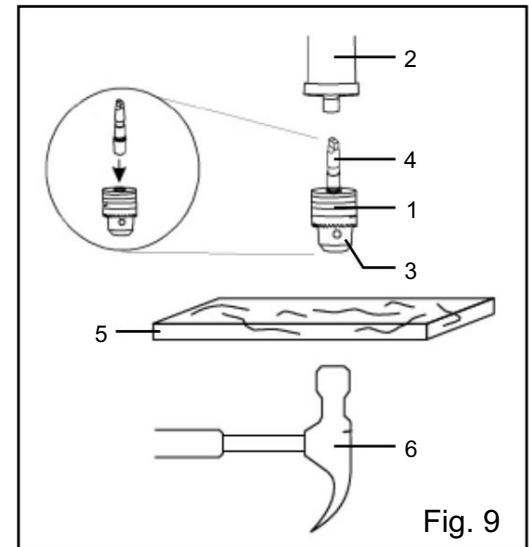

Fig. 9
INSTALLER LE MANDRIN (FIG. 9)
1. Inspectez et nettoyez le trou conique du mandrin (Fig. 9 - 1) et la broche (Fig. 9 - 2). Retirez toute la graisse, les revêtements et les particules des surfaces du mandrin et de la broche à l'aide d'un chiffon propre.
2. Ouvrez les mâchoires du mandrin (Fig. 9 - 3) en tournant manuellement le mandrin dans le sens des aiguilles d'une montre. Assurez-vous que les mâchoires sont complètement encastrées dans le mandrin.
3. Insérez l'arbre du mandrin (Fig. 9 - 4) dans l'ouverture située en haut du mandrin.
4. Insérez l'arbre dans la broche. Faites-le tourner jusqu'à ce que la languette de l'arbre (les méplats à l'extrémité) soit alignée avec la fente de la broche, et que le mandrin et l'arbre puissent être poussés vers le haut. Installez le mandrin en plaçant un bloc de bois (Fig. 9 - 5, non inclus) sous le mandrin et en tapant fermement sur le bois une fois avec un marteau. Vous pouvez également taper fermement une fois sur le mandrin avec un maillet en caoutchouc ou un marteau anti-rebond (non inclus).